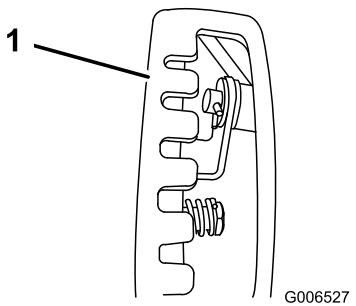

Figura 14
**Nota:** Per agevolare il montaggio, guardate attraverso l'apertura del selettore di velocità (Figura 14).